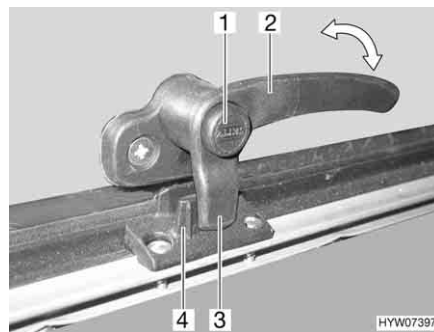
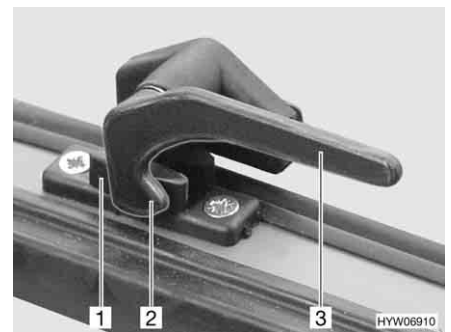

Bild 71 Låsarm med låsknapp i läget "stängd"
Bild 72 Låsarm i läget "stängd"
- Tryck på låsknappen (Bild 71,1) om sådan finns och håll den nedtryckt.
- Sväng låsarmen (Bild 71,2 eller Bild 72,3) ett kvarts varv mot fönstrets mitt.
- Sväng låsarmen (Bild 71,2 eller Bild 72,3) ett kvarts varv mot fönsterkarmen. Låsspaken (Bild 71,3 eller Bild 72,2) på låsarmen sitter helt på fönsterlåsets insida (Bild 71,4 eller Bild 72,1).
- I läget "helt stängt" (Bild 71 och Bild 72)